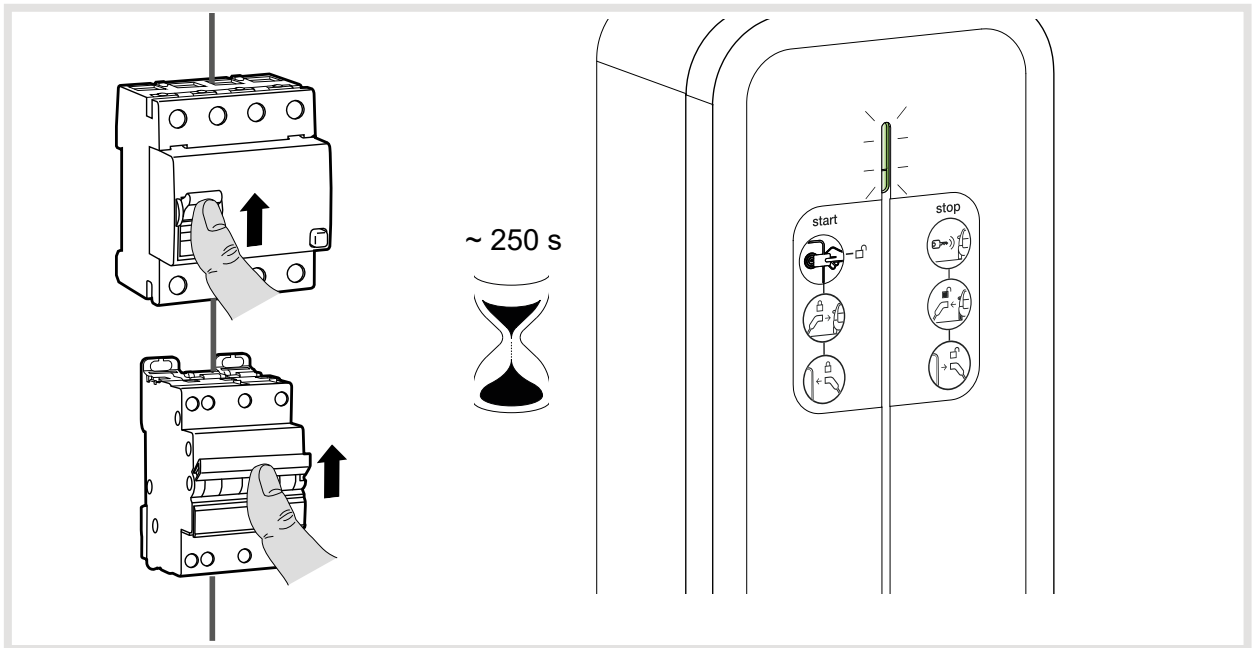

Bild 29: Gerät einschalten
- Fehlerstrom- und Leitungsschutzschalter der Ladestation einschalten (Bild 29).